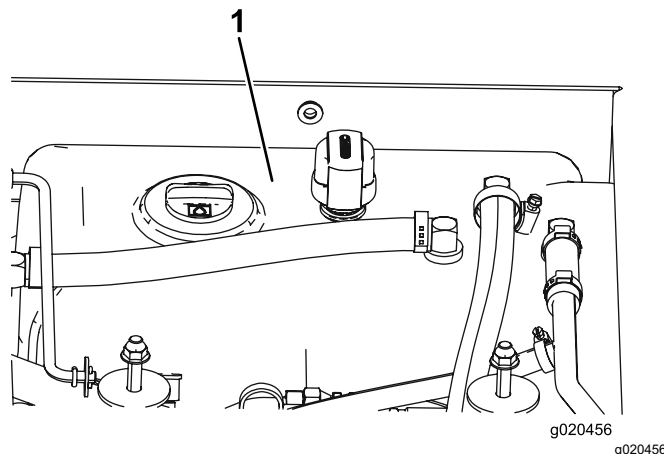

Figura 118
4. Llene el depósito (Figura 118) con fluido hidráulico; consulte Comprobación del fluido hidráulico (página 84).